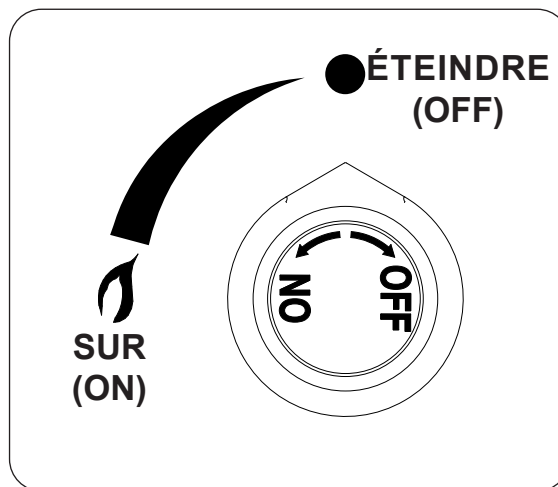

Fig. 38-2
- 4. **Une fois la flamme en position**, tournez le bouton de commande dans le sens inverse des aiguilles d'une montre sur la position **ON (sur)**, appuyez et maintenez la position pendant 15 secondes (voir Fig. 38-2). Votre brûleur devrait s'allumer dans un délai de 5 secondes.
Pour éteindre votre brûleur à gaz, tournez le bouton de commande du gaz dans le sens des aiguilles d'une montre jusqu'à la position **OFF (éteindre)** (voir Fig. 38-2). Veillez à ce que le bouton de commande soit éteint entièrement pour éviter toute fuite de gaz.